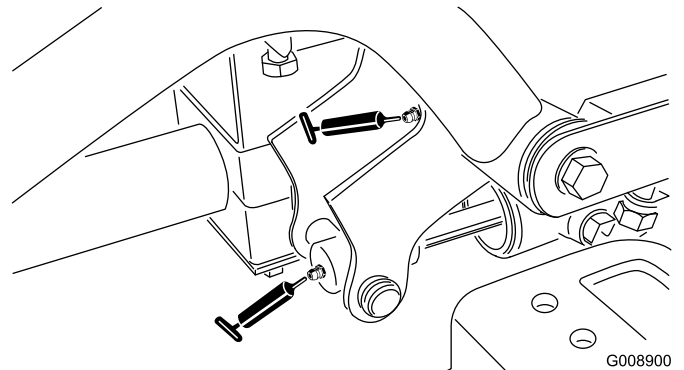

Figura 39
- Pivote y cilindro de elevación del brazo de elevación delantero derecho (2 (Figura 39))